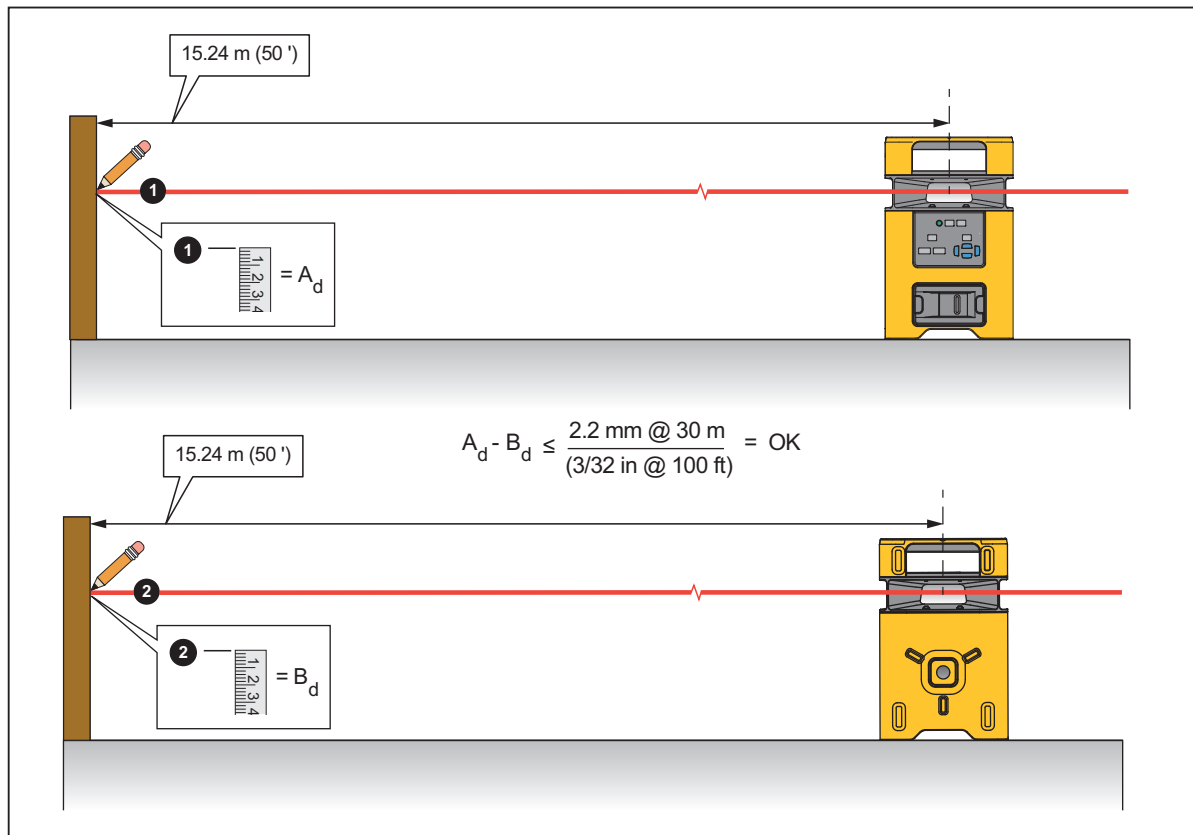

Рисунок 7. Точность по горизонтали
1. Найдите почти ровный горизонтальный участок, желательно бетонную плиту шириной $\geq 15,24$ м. На плите необходимо расположить стену, используемую в качестве цели. См. Рисунок 7.